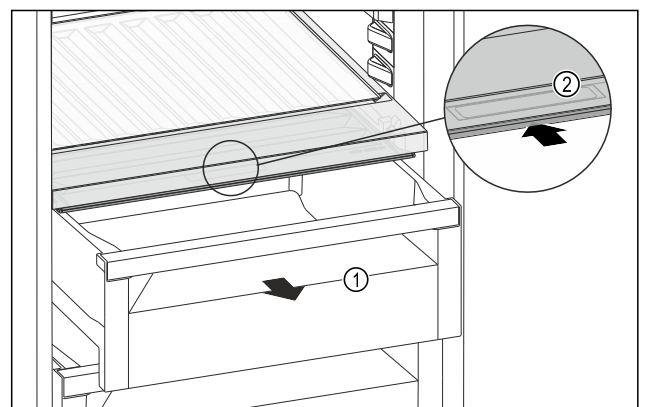

Fig. 206
- ▶ Schubfach Fig. 206 (1) herausziehen.
- ▶ Griffmulde Fig. 206 (2) am Fachdeckel anfassen und Fachdeckel gleichzeitig nach hinten schieben.